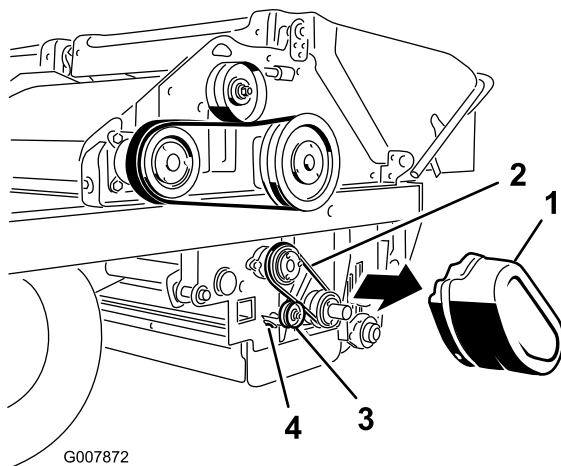

Bild 62
1. Entfernen Sie die Riemenabdeckung (Bild 62).
2. Lockern Sie die Mutter an der Spannscheibe (Bild 62).
3. Drücken Sie die Spannscheibe in den Riemen und ziehen Sie gleichzeitig die Spannscheibenmutter an Bild 62).